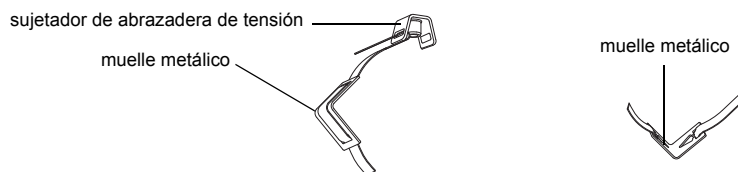

Fig. 9.36: Abrazadera de tensión con muelle metálico y sujetador de abrazadera de tensión
- En caso necesario, hacer pasar la abrazadera de tensión a través del muelle metálico (véase Fig. 9.36). El muelle metálico no tendrá que montarse en los siguientes casos: